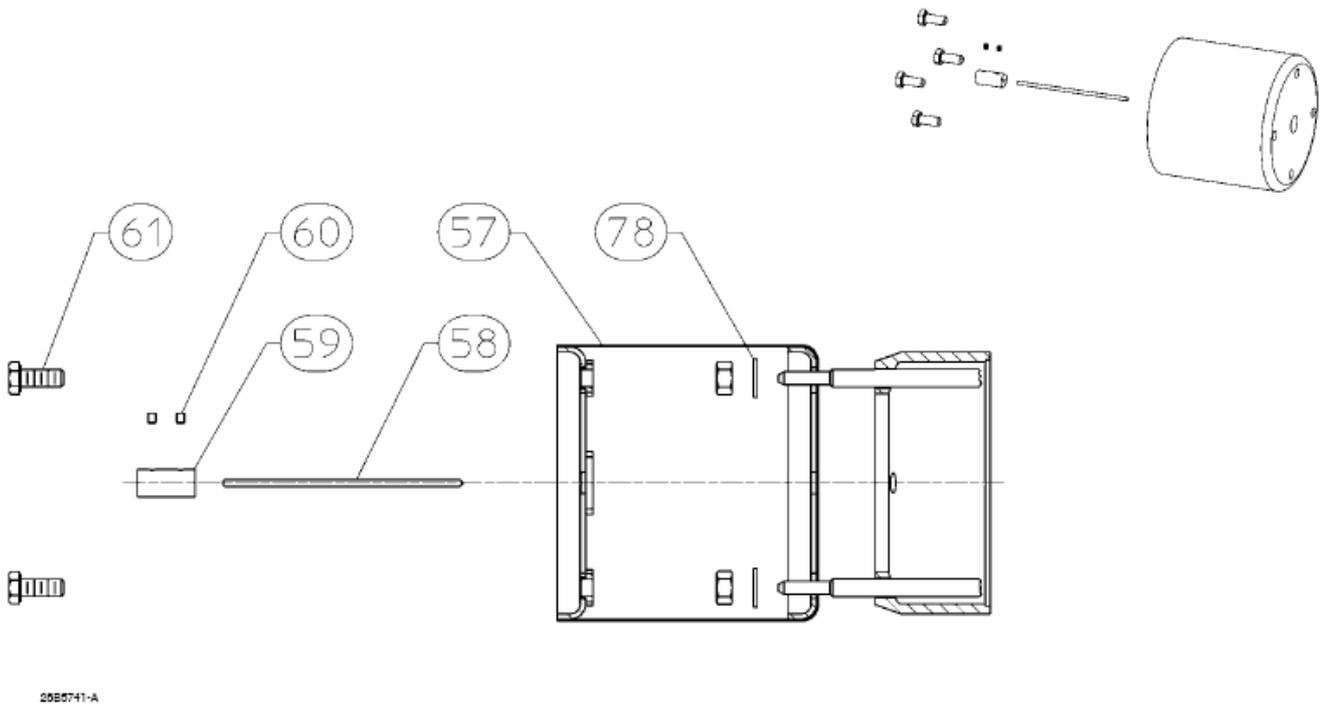

Рисунок 6-5. Монтажный комплект для сенсора модели 249 с термоизолирующим материалом
**Сенсор модели 249 с термоизолирующим материалом (рисунок 6-5)**